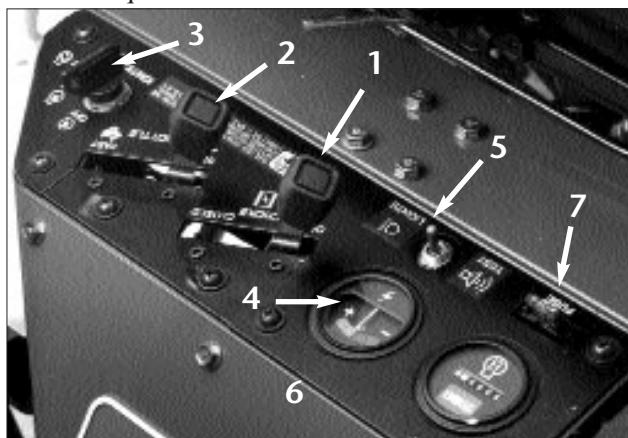

Figure 13
VOLTMETRE (Fig. 13)—Le voltmètre indique la tension du système électrique.
FUSIBLE (Fig. 13)—Le fusible de 10 A fait partie du circuit électrique.
COMMUTATEUR ESSAI DETECTEUR DE FUITE/PHARES (Fig. 13)—De la position centrale, déplacer le commutateur en arrière pour contrôler le fonctionnement de l'alarme du détecteur de fuite et du temporisateur. Déplacer le commutateur vers l'avant pour actionner les phares en option.
COMPTEUR HORAIRE (Fig. 13)—Indique le nombre d'heures total d'utilisation de la machine. Le compteur horaire se déclenche chaque fois que la clé de contact est mise sur ON (MARCHE).
MANETTE DE REGLAGE DU SIEGE (Fig. 13)—Située à gauche du siège, cette manette permet de régler le siège sur une plage de 10,5 cm en avant et en arrière.
3. Insérer une tige ou une tournevis propre dans le col du réservoir et pousser doucement sur le flotteur du commutateur (Fig. 13). L'alarme devrait résonner au bout d'une seconde.